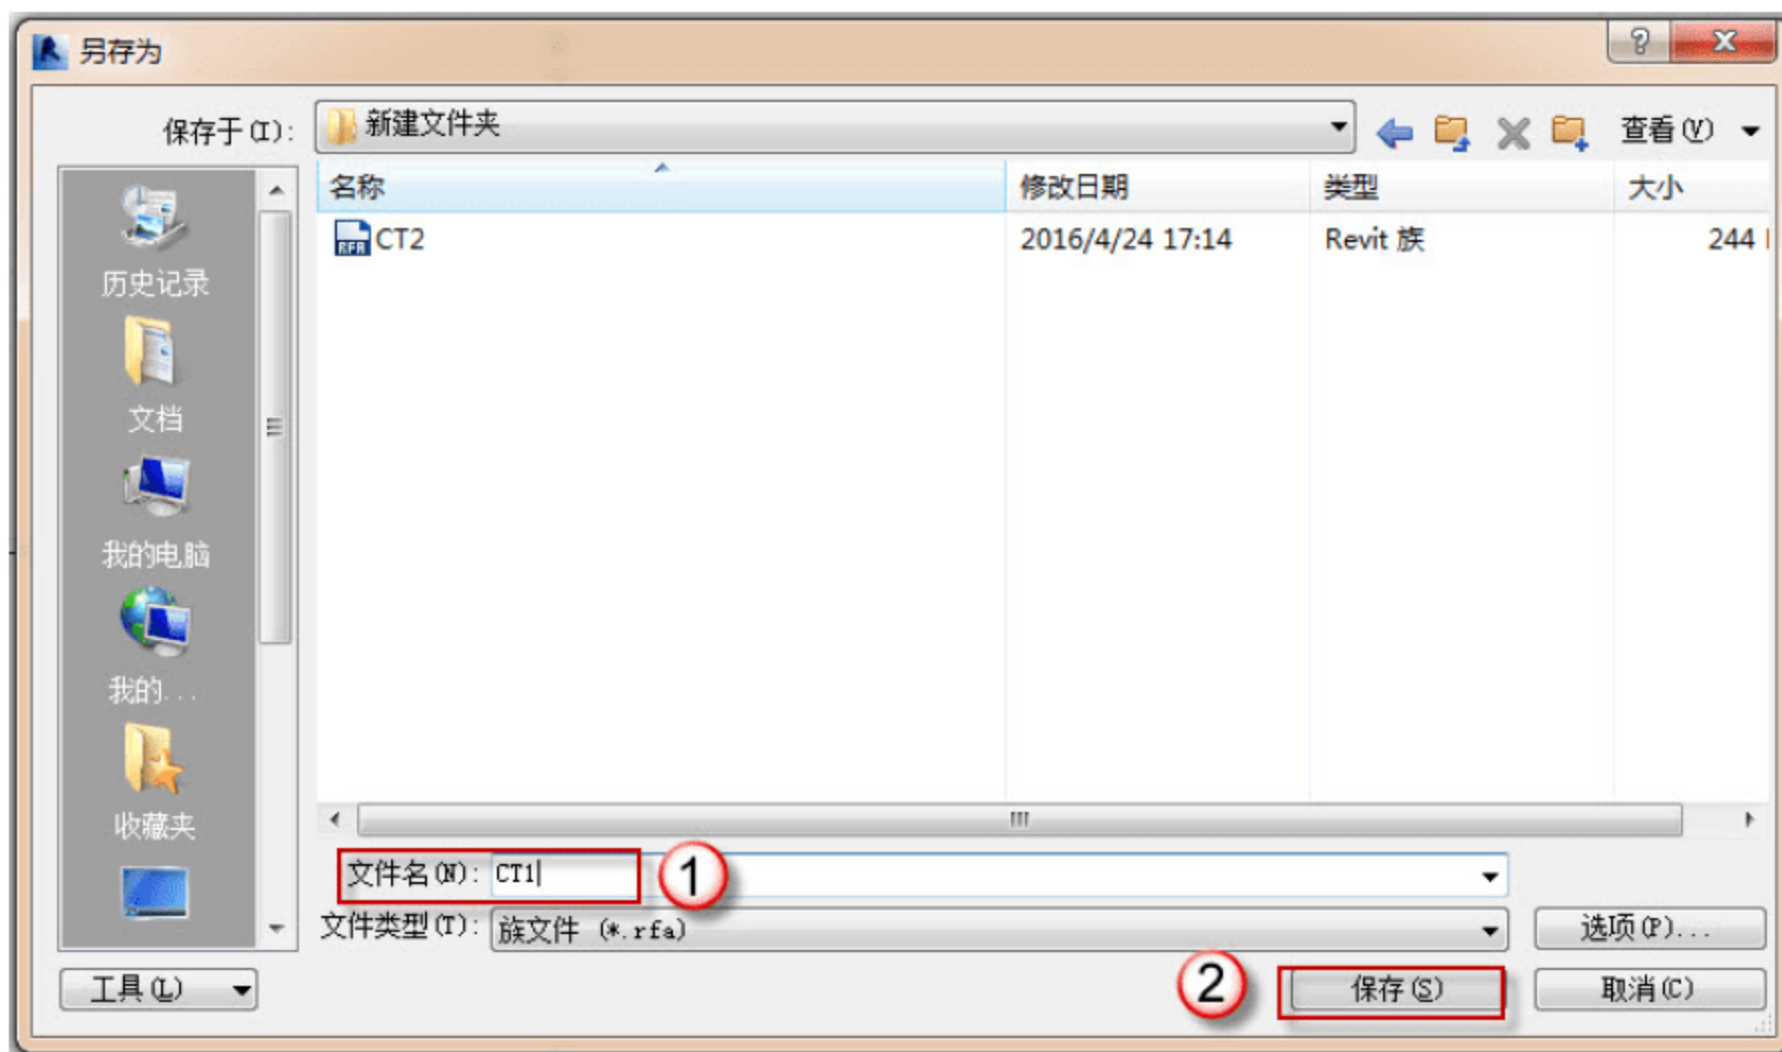

图 2.1.13 另存为 CT1
(12) 另存为族。选择“应用程序”→“另存为”→“族”命令，在弹出的“另存为”对话框中将已经调整好的承台标头文件另存为“单桩矩形承台 CT1”RFA 族文件，如图 2.1.13 所示。